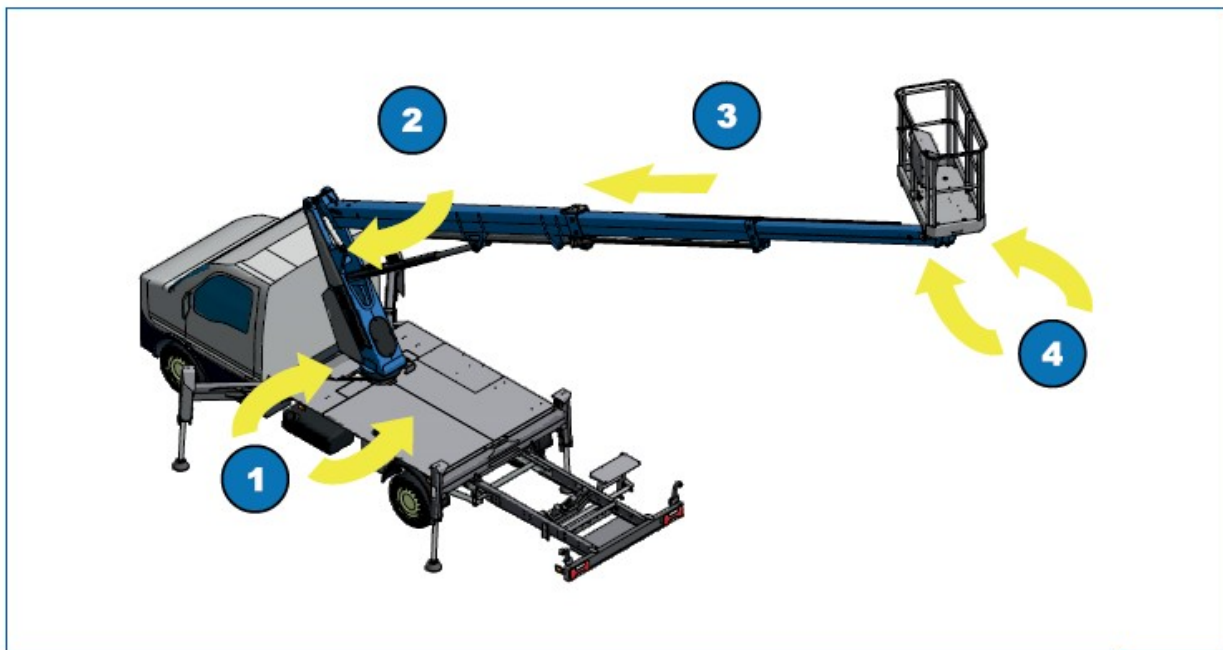

Fig. 6.7
- 1) Retrageți complet elementele telescopice ale brațului (Fig. 6.7, 3);
- 2) Rotiți platforma de lucru (Fig. 6.7, 4) până când se află în poziție centrală (la 90° față de braț);
- 3) Poziționați turela în centru, aliniind însemnele de pe turelă (Fig. 6.7, 1)
- 4) Coborâți brațul telescopic (Fig. 6.7, 2) până când acesta ajunge în poziția de repaus;